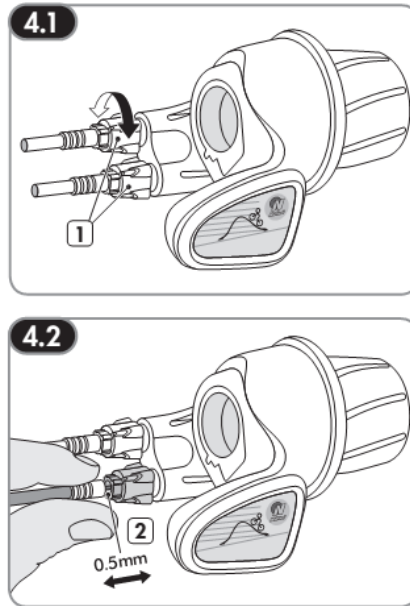

Abbildung 8: Einstellung des Spiels der Kabel der Enviolo-Gangschaltung
- 1 - Die Kabelspannung kann mit Hilfe der Spannvorrichtung (Nr. 1 in Abbildung 8) am Griff justiert werden.